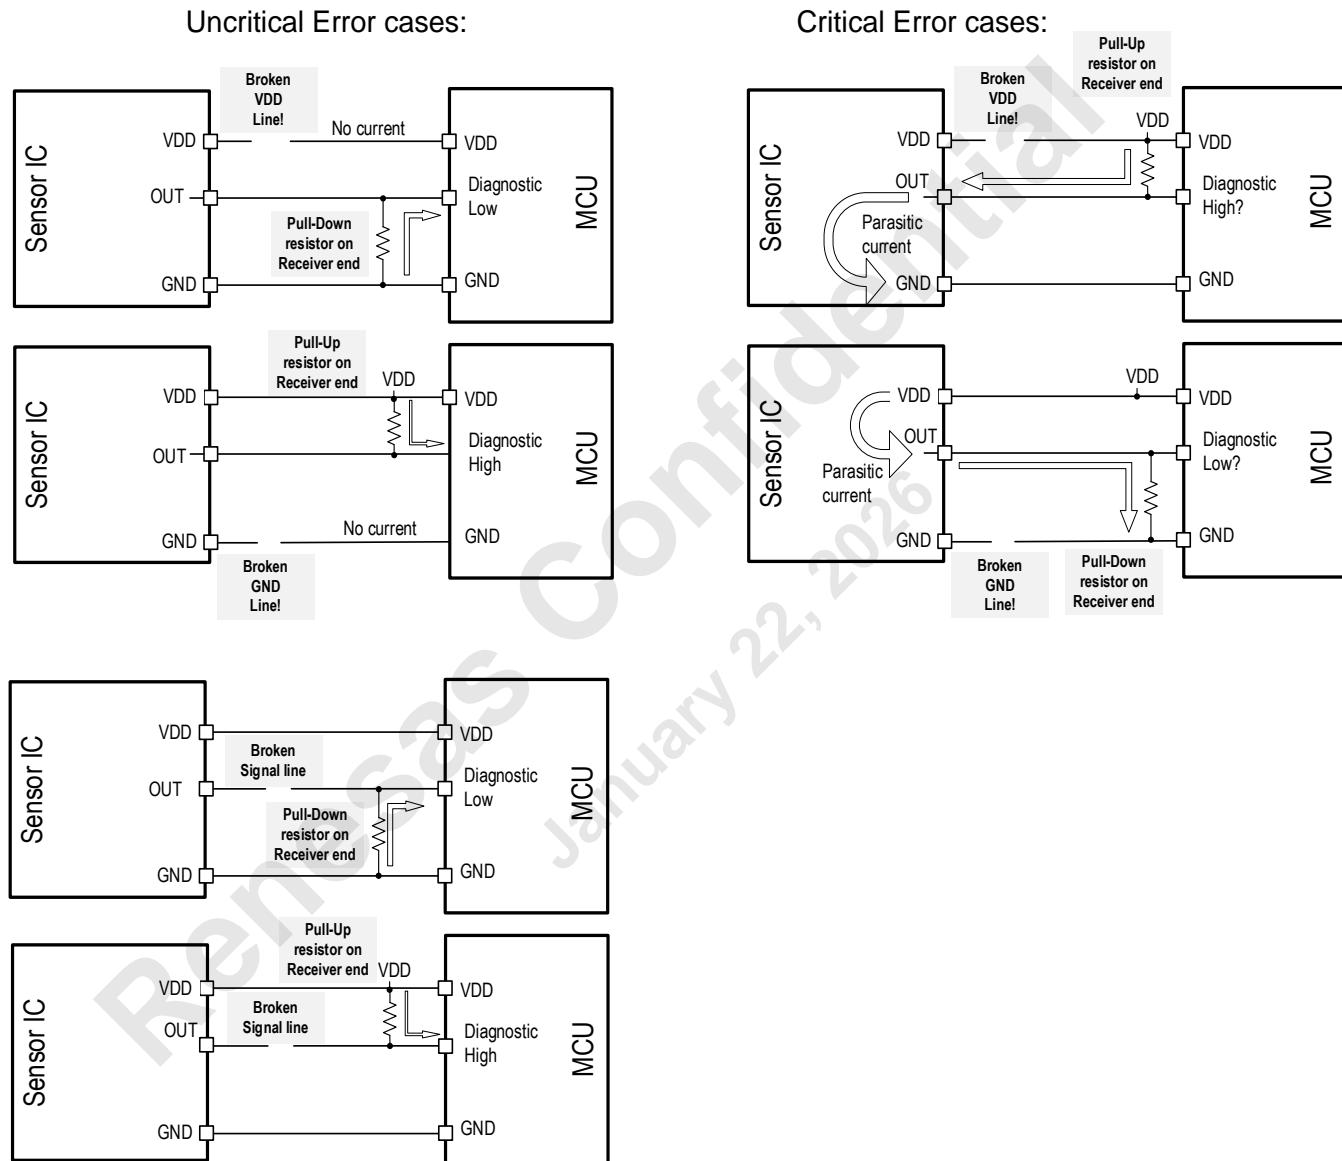
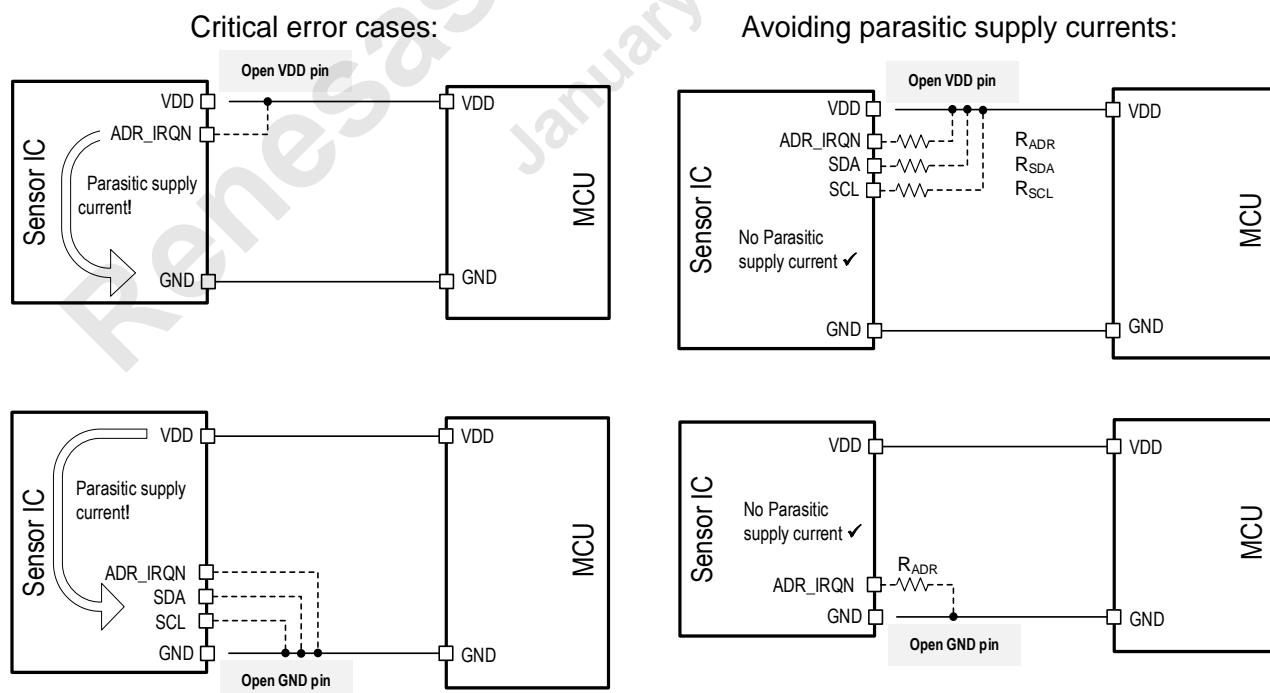

図 25 VDD または GND ラインの断線によるアナログ出力の寄生電流
図 26 ADR IRQN 端子、SDA 端子、SCL 端子の寄生電流
電源、グランド、またはアナログ出力の断線のほとんどはアナログ出力端子の DC 電圧をモニタすることにより容易に検出可能です。図 25 左列の図を参照してください (OUT は SIN\_SCL、SINN、COS\_SDA または COSN です)。診断エラーまたは信号線断線の場合、影響を受けた端子の DC 電圧は外付けのプルアップ抵抗またはプルダウン抵抗により診断範囲 (diagnostic high または diagnostic low) へ引き込まれます。
- 受信側に外付けプルアップ抵抗が有る場合の VDD の断線 (図 25 右上の図参照):
- 受信側に外付けプルダウン抵抗が有る場合のグランド配線の断線(図25右下の図参照):
VDD または GND 端子がオープンの場合、ADR IRQN または SDA、SCL が VDD または GND に直接接続されている場合に寄生電源電流が流れる可能性があります (図 26 の Critical error cases 参照)。このような寄生電源電流を避けるには、図 26 の Avoiding parasitic supply currents に示すように、これらの端子を VDD または GND に抵抗を介して接続します。RADR、RSDA、RSCL の値は表 14 を参照してください。
<p>p.31 図 15,図 14: SCL の接続変更 p.32 セクション 15.2: 電源電圧の表記を 3.3V±10%または 5.0V±10%から、3.3V±0.3V または 5.0V±0.5V に変更 p.32 セクション 15.3.1: 説明と表の追加 p.32 図 17: 抵抗と抵抗値の表記変更 p.33 セクション 15.3.2: 参照する図の変更と表の追加 p.17 図 18: 抵抗値の表記変更 p.34 図 19: 抵抗値の表記変更 p.34 図 20: 抵抗値の表記変更 p.36 図 22: 抵抗値の表記変更 p.36 セクション 17: 図 22 の下の注記の修正 p.37 セクション 17.1: 動作電源電圧の記載を 3.3V±10%または 5.0V±10%から、3.3V±0.3V または 5.0V±0.5V に変更 p.37 表 22: Supply voltage range のプログラムオプションの記載を 3.3V±10%または 5.0V±10%から、3.3V±0.3V または 5.0V±0.5V に変更 p.40 セクション 18.2.1.2: 説明文の修正、追加 p.41 図 25: タイトル修正 p.42 表 24: 参照する図の明記 p.42 表 25: 参照する図の明記 p.42 セクション 18.2.1.2: 説明文修正 p.42 図 26: 対象端子の追加、抵抗値の表記変更 p.44 表 26: Output buffer failure の Temporary タイプの説明修正、Static タイプの追加 p.45 セクション 18.5: CT の参照先追加 p.48 セクション 24: 章名、表内の「注文」を「発注」に変更</p>